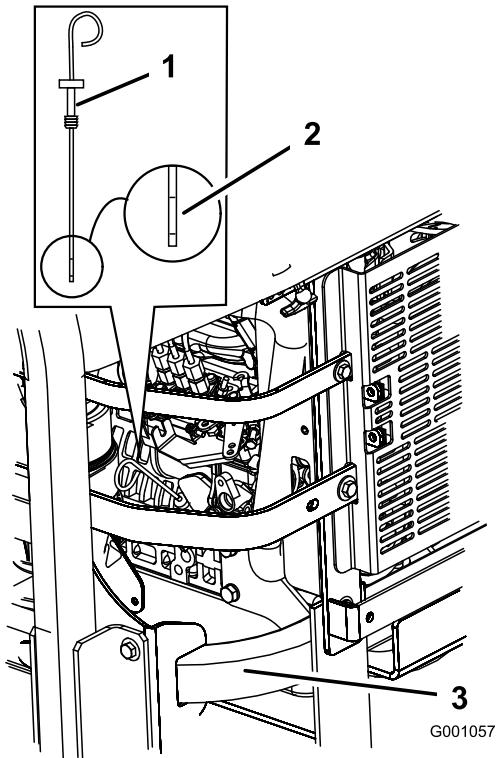

Figura 42
3. Limpie alrededor de la varilla de nivel de aceite (Figura 42) de forma que la suciedad no penetre por el orificio de llenado y cause daños en el motor.
4. Retire la varilla de aceite y límpie el extremo metálico (Figura 42).
5. Introduzca la varilla a fondo en el tubo de llenado. Retire la varilla y observe el extremo metálico (Figura 42). Si el nivel de aceite es bajo, vierta lentamente sólo la cantidad de aceite suficiente en el orificio de llenado para que el nivel llegue a la marca Lleno.